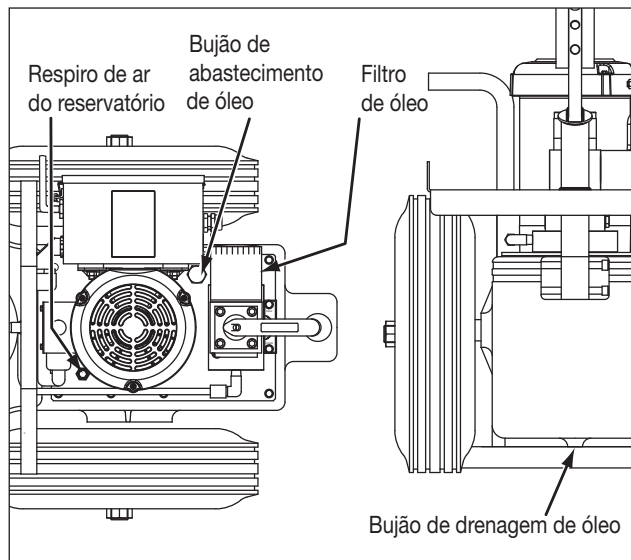

Figura 7, troca de óleo
6.3 Troca de Óleo (Veja a Figura 7)
4. Remova, limpe e reinstale o respiro de ar do reservatório. Ele é montado na chapa de cobertura do topo do reservatório. Veja o lugar indicado na figura 7.